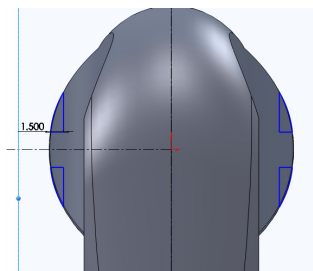

图 15-51 绘制草图对象
(5) 单击【拉伸切除】按钮，选取基准面 4 对象，进入草图绘制环境，单击相应的按钮，绘制草图对象，如图 15-51 所示。